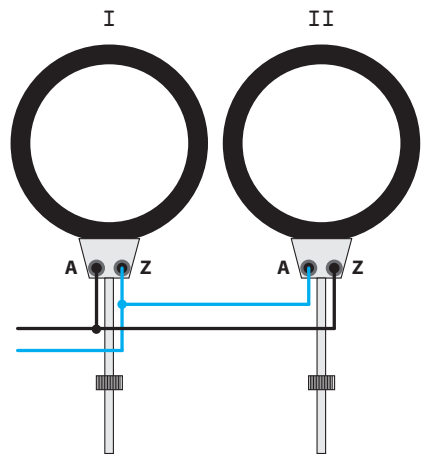

FIGURE 2 : MONTAGE EN DÉRIVATION
- En cas de montage en dérivation, relier la douille A de la bobine 1 à la douille Z de la bobine 2 et la douille Z de la bobine 1 à la douille A de la bobine 2 (figure 2).